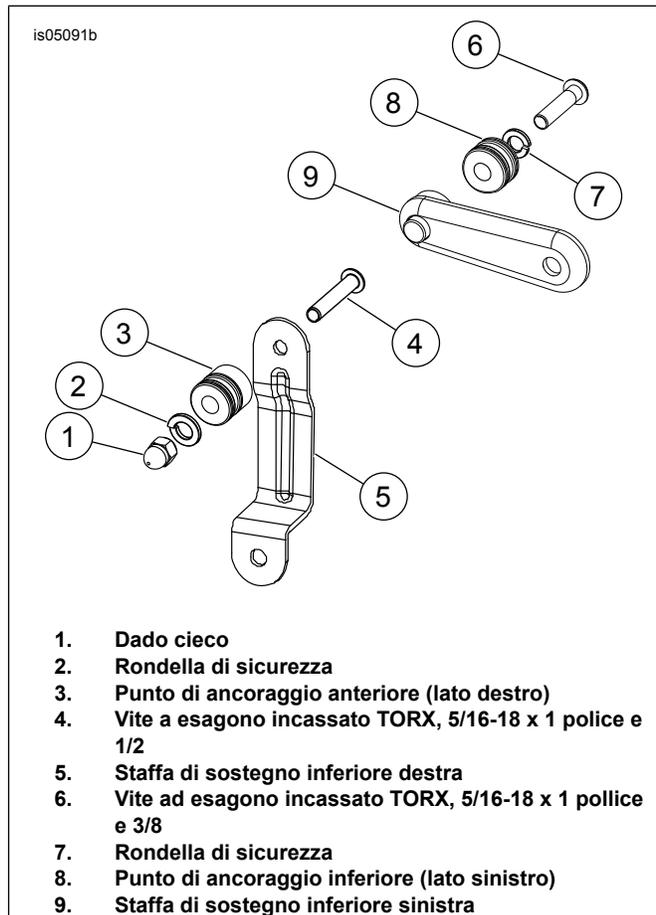

Figura 3. Staffe di sostegno (model year 2008)
1. Vedere Figura 3. Usando la vite TORX a esagono incassato da 1 pollice e 1/2 (4), inserire nell'ordine le seguenti parti attraverso la parte posteriore della staffa inferiore destra (5), punto di ancoraggio (3), rondella di sicurezza (2) e dado cieco (1).
1. Vedere Figura 3. Usando la vite TORX a esagono incassato da 1 pollice e 3/8, (6) inserire nell'ordine le seguenti parti; rondella di sicurezza (7), punto di ancoraggio inferiore (8) e montarle sulla staffa (9).